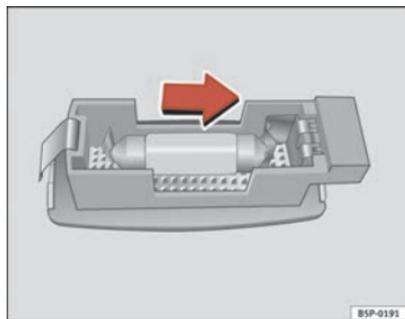

Fig. 195 Démontage de l'éclairage du pare-soleil
- Retirez la lampe avec précaution en utilisant la partie plate du tournevis comme indiqué sur la figure ⇒ fig. 195.
- Retirez l'ampoule en la déplaçant dans le sens de la flèche et vers l'extérieur ⇒ fig. 195. ■